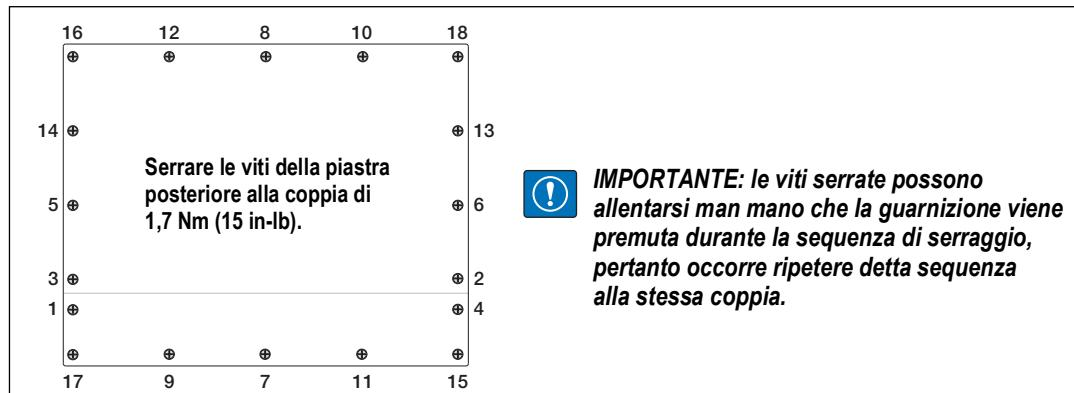

Figura 3-1. 920i Piastra posteriore dell'involucro
3. Serrare alla coppia di 1,7 N·m (15 in-lb), secondo la sequenza riportata nella Figura 3-1, per evitare deformazioni della guarnizione della piastra posteriore.
4. Reinstallare la piastra posteriore, vedere Figura 3-1 a pagina 13.